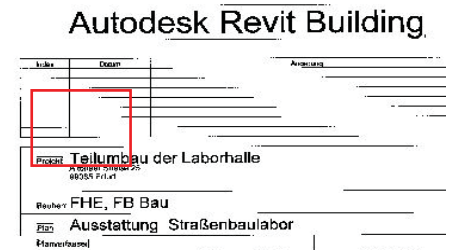

Abb. 4-8: Verkleinerte Darstellung (10%) einer A0-Zeichnung
- Um sowohl zu große als auch zu kleine Bilder bildschirmfüllend darzustellen, müssen sie interpoliert werden. Dies führt zu einer Verschlechterung der Anzeigequalität (vgl. Abb. 4-7 und Abb. 4-8) und beansprucht außerdem eine höhere Rechnerleistung. Das kann sich z.B. bei Diashows und PowerPoint-Präsentationen mit viel Bildmaterial durch eine Verlangsamung des Bildaufbaus bemerkbar machen kann.
- In den meisten Programmen (eine Ausnahme bildet COREL DRAW) bedeutet eine Anzeige von 100%, daß jeder Monitorpixel exakt einem Bildpixel entspricht (Abb. 4-8). Daher sollte man vor der Bearbeitung von Bildern die Anzeige auf 100% einstellen, um das Ergebnis richtig bewerten zu können, oder nach der Bildbearbeitung das Resultat bei 100% Bildschirmdarstellung prüfen.
- Da auch Vektorgrafiken am Monitor gerastert dargestellt werden, erscheinen sie in der Verkleinerung (Abb. 4-7) häufig in schlechter Qualität, teilweise sogar lückenhaft. Bei Vergrößerung (Abb. 4-8) erkennt man, daß dieser Eindruck täuscht.